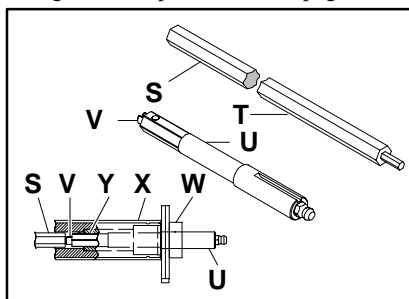

Figure 12
Pour retirer l'arbre d'entraînement extérieur (U de la figure 12), utiliser la rallonge de la clé six-pans de Dorner (T); N° de pièces ★25-08 pour les convoyeurs de 44 mm à 305 mm de largeur, ou numéro de pièce ◇25-08A pour les convoyeurs de plus de 305 mm de largeur.